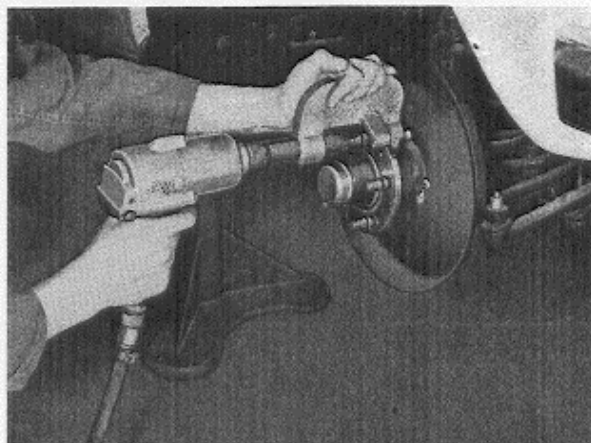

Abb. 18 Ausbau des Radbolzens
2. Werkzeug SVO 2862 ohne Zubehörteile wie auf Abb. 18 gezeigt aufsetzen. Danach mit Schlagschrauber drehen, bis der Radbolzen ganz gelöst ist. Hatte der alte Bolzen Spiel in der Nabe, so muß das Loch kontrollgemessen werden. Übersteigt der Durchmesser des Loches 16,27 mm, so ist die Nabe auszuwechseln.